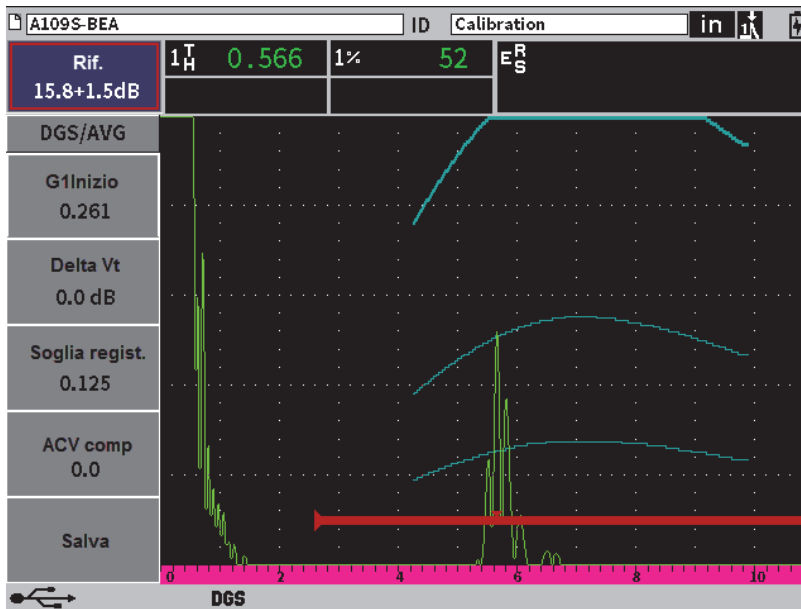

Figura 11-21 Curve DGS/AVG nella schermata
In seguito all'acquisizione del riflettore di riferimento, l'EPOCH 6LT calcola automaticamente le curve DGS/AVG visualizzandole nella schermata alla corretta ampiezza della soglia di registrazione (vedere Figura 11-21 a pagina 202).
1. Nel sottomenu DGS/AVG, premere il tasto Tab per selezionare **Delta VT** (vedere Figura 11-21 a pagina 202).